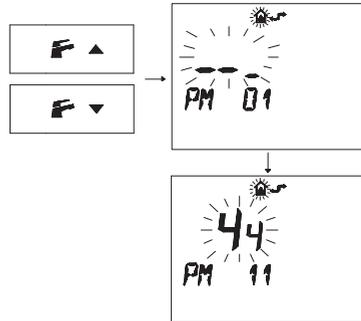

Figura 5.37
- Pulse los botones F \blacktriangledown o F \blacktriangle para acceder al ajuste "PM11" de postcirculación de la bomba (Figura 5.37).